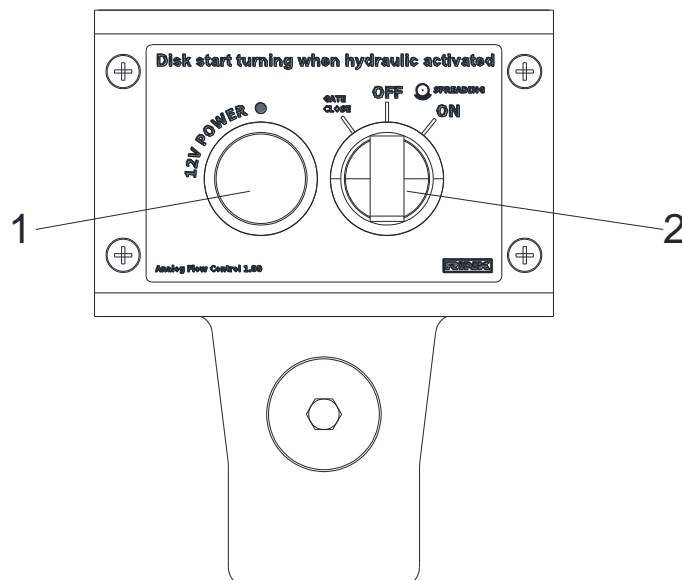

Bild 30 Bediengerät Analog Flow Control (evo)
1. Ein-/Aus-Leuchttaste (Bild 30/1) leuchtet auf. Bediengerät Analog Flow Control ist eingeschaltet.
4. Wenn die Drehtaste (Bild 30/2) auf „ON“ gestellt ist, wird der Schieber geöffnet und das Transportband beschleunigt auf die eingestellte Transportgeschwindigkeit.
6. Wenn die Drehtaste (Bild 30/2) auf „OFF“ gestellt ist, wird das Transportband gestoppt.
7. Wenn die Drehtaste (Bild 30/2) auf „Gate close“ gestellt ist, beginnt sich der Schieber zu schließen. Die Drehtaste muss so lange betätigt werden bis der Schieber geschlossen ist.